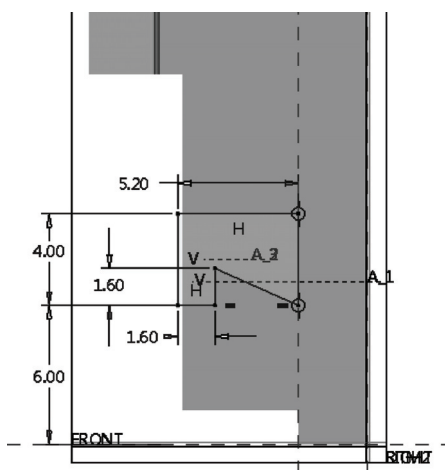

图 12-65 草绘截面
- 5) 绘制图 12-65 所示的截面，单击 (确定) 按钮。